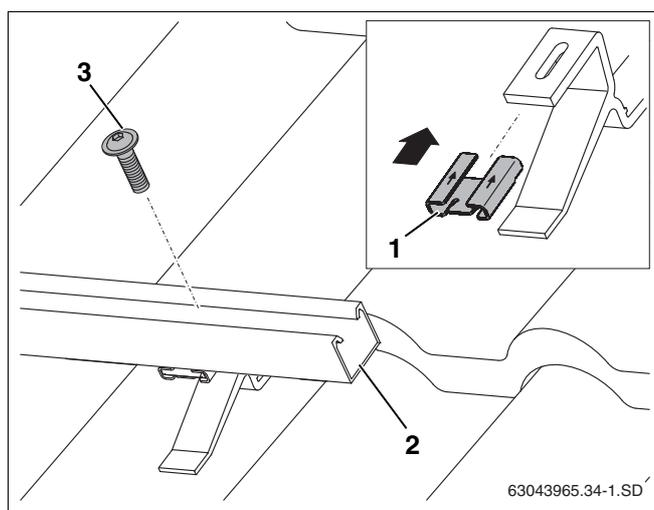

Рис. 32 Крепление профильных реек на кровельных крюках
- ▶ Наденьте сдвижную гайку (рис. 32, поз. 1) по направлению, указанному стрелкой, на кровельный крюк.
- ▶ Уложите нижние профильные рейки (рис. 32, поз. 2) на кровельные крюки и для дальнейшего их выравнивания только слегка закрепите винтом M8 (рис. 32, поз. 3).